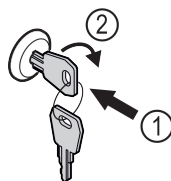

Fig. 57
- ▶ Uvucite ključ Fig. 57 (1).
- ▶ Okrenite ključ za 90° nadesno Fig. 57 (2).